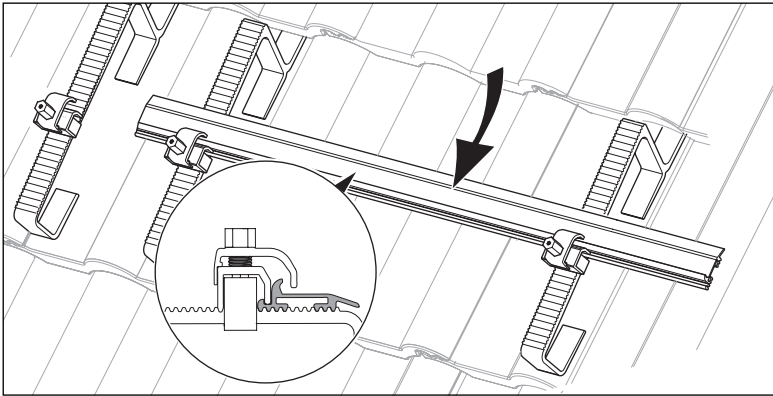

Abb. 5.20 Montageschienen montieren
- Befestigen Sie die Montageschienen mit den Klemmelementen an den Dachankern (→ **Abb. 5.20**).